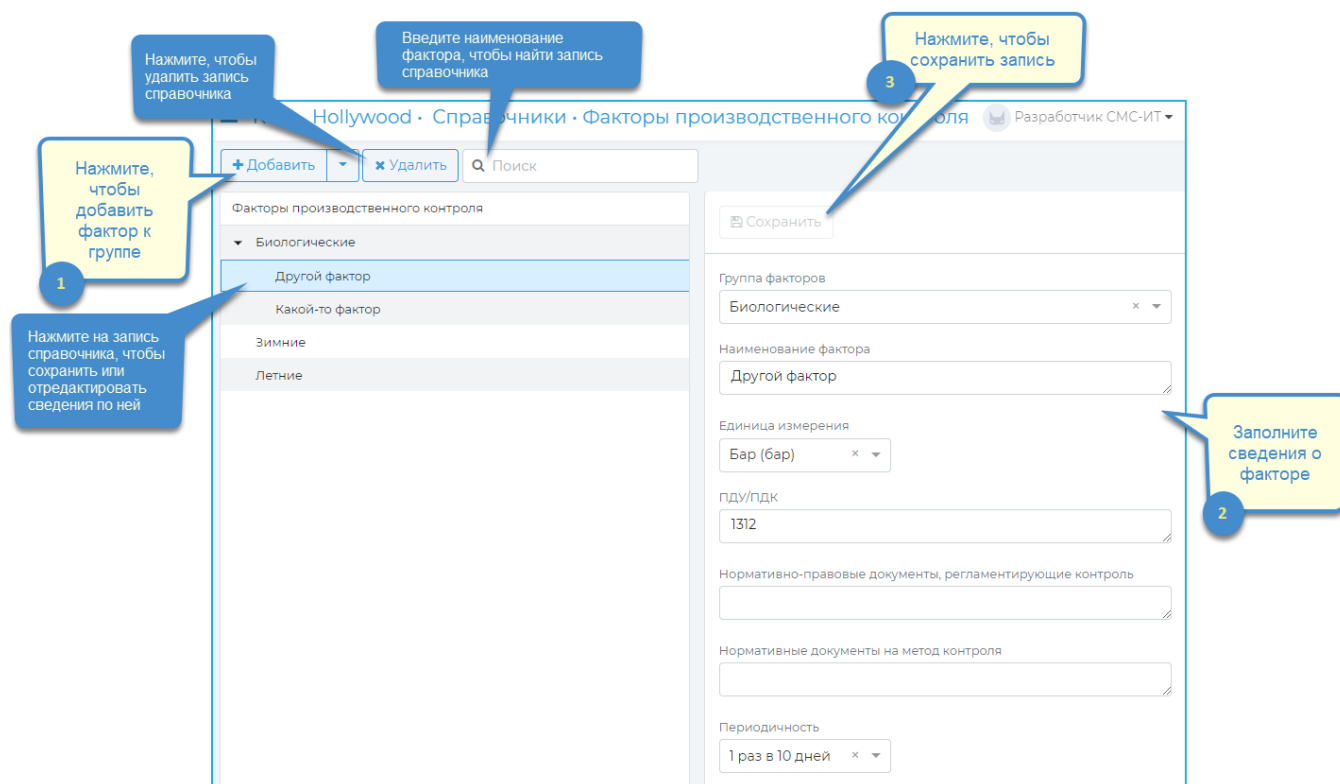

Рисунок 216 – Справочник «Факторы производственного контроля» в режиме «Факторы»
- **«Факторы»**. В этом режиме можно просмотреть, а также добавить, редактировать или удалить какой-либо из факторов производственного контроля, прикрепленный к определенной группе факторов производственного контроля (Рисунок 216).